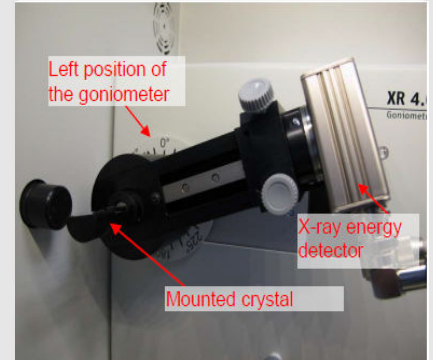

Fig. 5: Montaje del goniómetro
- Llevar el bloque del goniómetro y el detector a sus respectivas posiciones finales a la izquierda. Llevar el detector a la posición de 90° en el modo de acoplamiento 2:1 (fig. 5).